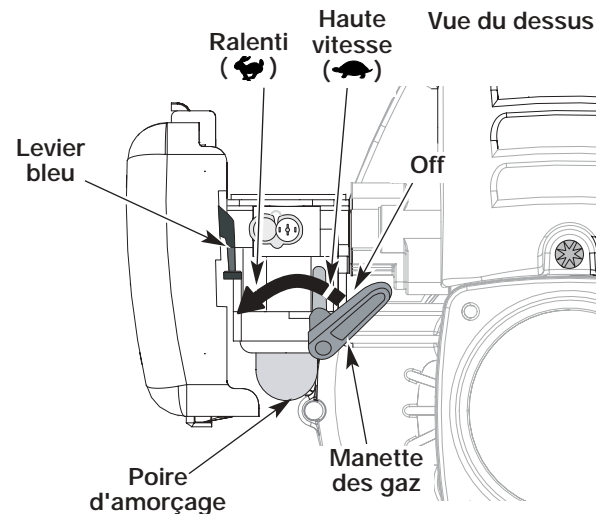
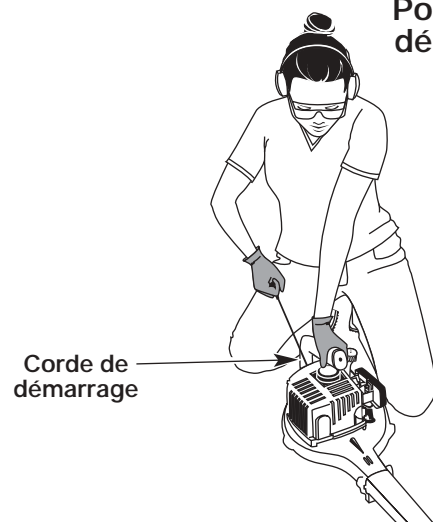

Fig. 2
Fig. 4
AVERTISSEMENT: éviter le démarrage accidentel. Se tenir en position de démarrage pour lancer le moteur (Fig. 4). Lors du démarrage, l'opérateur et l'outil doivent être en position d'équilibre afin d'éviter le risque de blessures graves.
2. Pressez et relâchez la poire d'amorçage à 10 reprises, lentement. Une certaine quantité de carburant devrait être visible dans la poire d'amorçage et les conduites de carburant (Fig. 2). Si vous n'apercevez pas de carburant dans la poire, pressez et relâchez la poire autant de fois que nécessaire jusqu'à ce que vous aperceviez du carburant dans cette dernière.
4. Mettre l'outil en position de démarrage (Fig. 4). Mettez la manette des gaz en position de haute vitesse (🐢) (Fig. 2).
1. Pour éteindre le souffleur, déplacez le levier du contrôle des gaz tout à fait à droite, passé la position ralenti (🐢) jusqu'à ce qu'il clique. Veillez à déplacer le levier contre la butée à l'extrême droite pour éteindre l'appareil (Fig. 2).